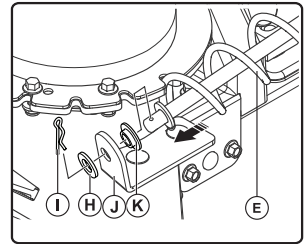

Рис. 5
- Совместите спираль переднего конца коромысла в сборе (E) со спиральной шестерней снегоотвода, наденьте крепежную втулку коромысла (K) и вставьте ее в отверстие посадочного места коромысла (J). Используйте плоскую шайбу 10 (H), пружина (I) удерживает коромысло в сборе. (См. Рис.5).